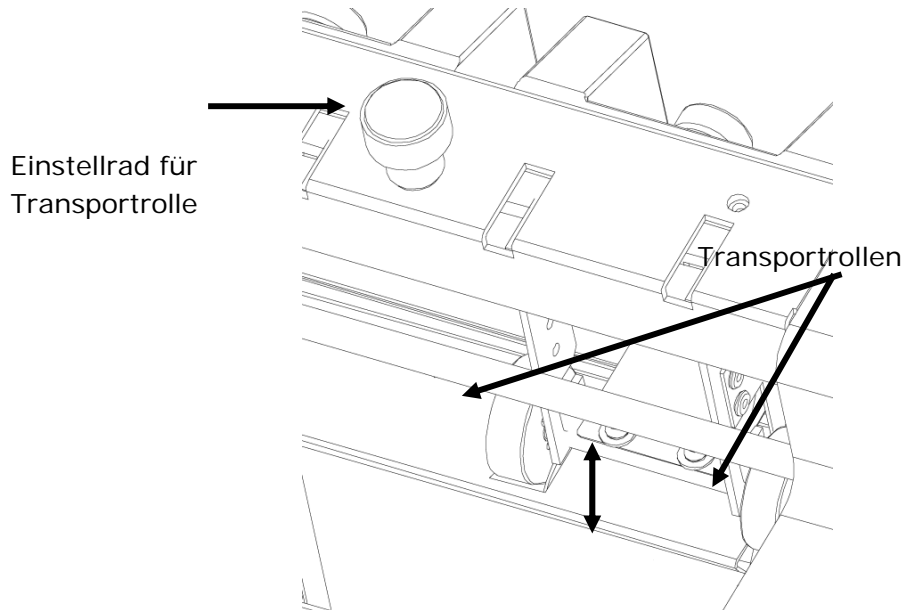

Abbildung 10: Transportrollenhöhe
- Heben Sie die Transportrolle mit dem entsprechenden Einstellrad an oder senken Sie dieses ab (siehe Abbildung 10).